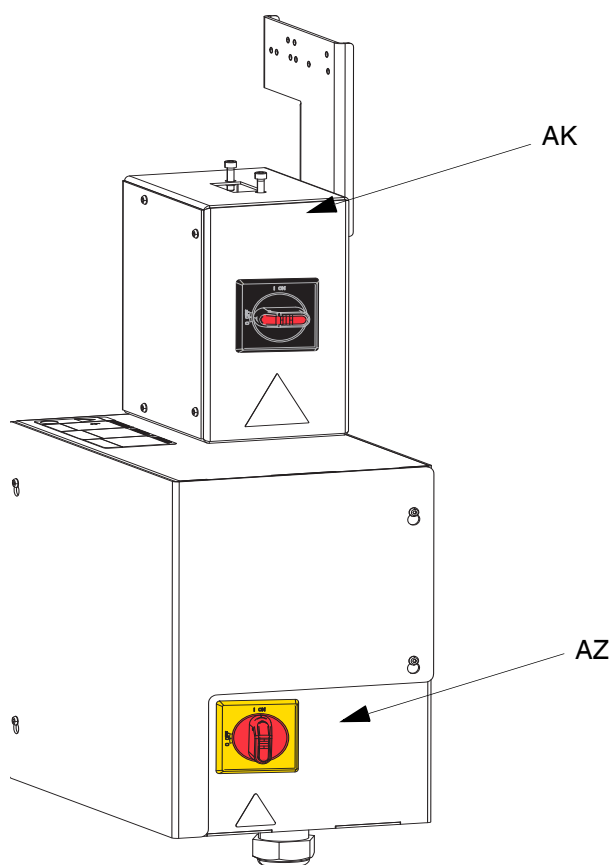

FIG. 4. Strömbrytare
Frånkopplingsbrytaren (AZ) sitter på värmeregleringslådan (AX), se FIG. 4. Det finns även en röd och svart strömbrytare (AK) som sitter på kopplingslådan (AJ). Strömbrytaren (AK) stänger av strömmen till allt FÖRUTOM värmen.